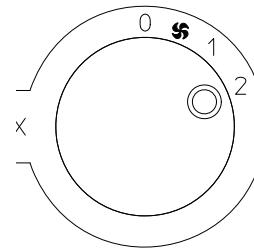

fig. 5
- *To activate MAXIMUM POWER function, turn knob "B" (fig. 1) so that reference mark "I" is aligned with the "2" symbol on the control panel (fig. 5).*
- Pour activer la fonction PUISSANCE MAXIMALE, tourner la molette "B" (fig. 1) de telle sorte que la référence "I" soit alignée sur le symbole "2" présent sur le pupitre de commande (fig. 5).